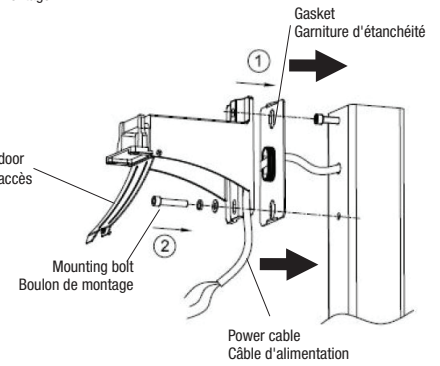

Fig. 3C
3. Installer le bras de montage directement sur un poteau rond ou carré en utilisant les boulons, la garniture d'étanchéité et la plaque de montage comme montré sur les Fig. 3 B et Fig. 3C.
4. Ouvrir la porte d'accès du compartiment de câblage du bras à angle droit en dévissant les vis (Fig. 3C).